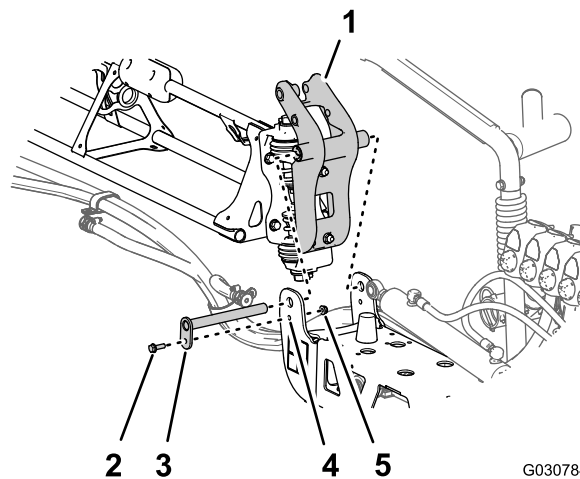

Bild 100
3. Fluchten Sie die Büchsen im Drehzapfen-Anschlussstück mit den Löchern in den Flanschen der Schwenkhalterung am Ende des mittleren Auslegerabschnitts aus (Bild 100).